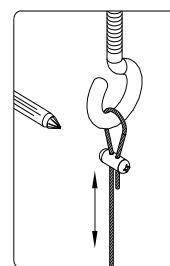

Figure 11
- 7) To adjust fixture height- locate screws at end of cable. (See Fig. 11)
(Vea Fig. 11) Mientras este sosteniendo el ensamblaje del luminario, ligeramente suelte el tornillos - (no quite el tornillo) Ajuste el cable a la altura del luminario deseada. Apriete el tornillo bien asegurado.
- 7) Pour ajuster la hauteur de l'appareil, utiliser les vis à l'extrémité du câble. Voir la fig. 11.